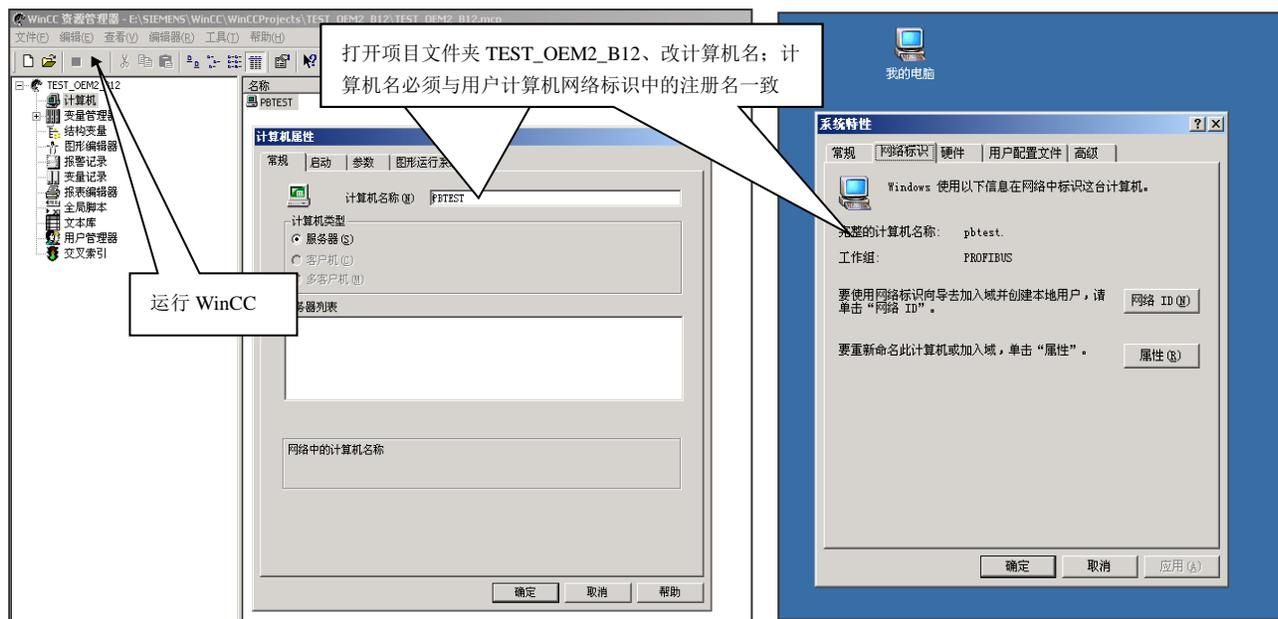

图 4-1
- (1)将 WinCC 例 1-2 演示实验项目文件夹：TEST_OEM2_B12 拷贝到 WINCC\WinCCProjects\并将文件夹属性由“只读”设置成“存档”。
- (2)进入 WinCC、打开项目文件夹 TEST_OEM2_B12，改计算机名。见图 4-1